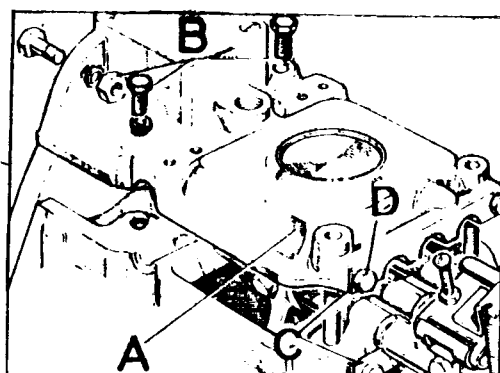

Fig. C-83 Tapa de la caja de velocidades
- 1.4. Retirar los elementos de fijación, B (Fig. C-83) y levantar la tapa superior, A, y recoger las tres bolas fiador.